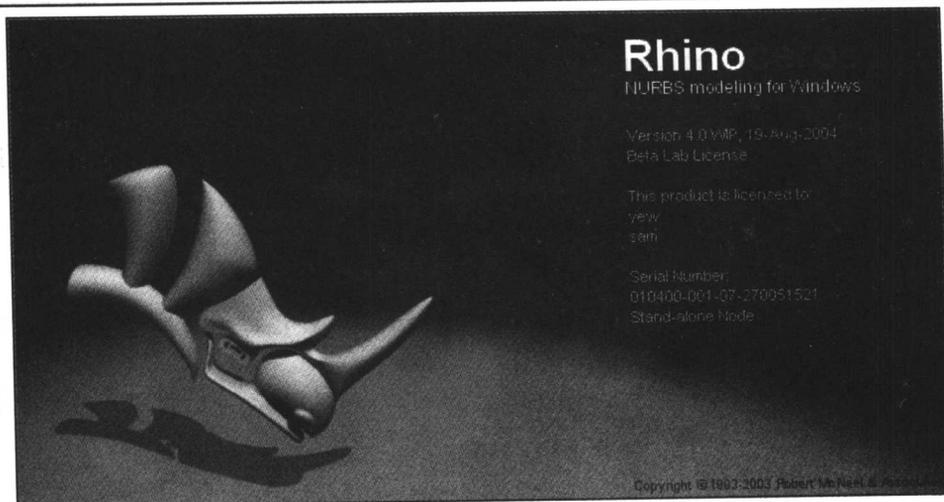

图 1-1 Rhinoceros 4.0 WIP 的进入界面
(1) 首先, 我们先了解一下 Rhinoceros 4.0 WIP 的界面, 如图 1-1 和 1-2 所示。
(2) 菜单栏中是 Rhinoceros 4.0 WIP 的各种命令。下面是主菜单上的 12 个菜单项。